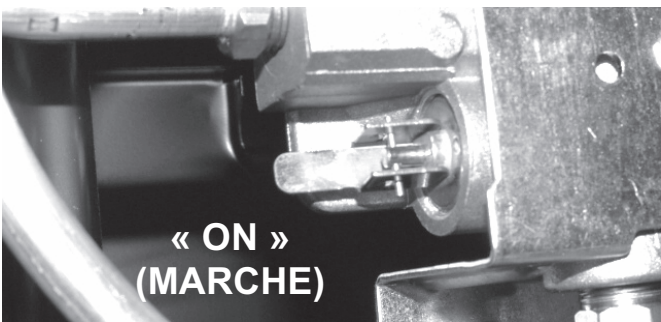

Fig. 4f
- f) **Assurez-vous que le robinet d'arrêt d'entretien qui se trouve sur le détendeur est à la position « ON » (marche)** (reportez-vous à la fig. 4f).